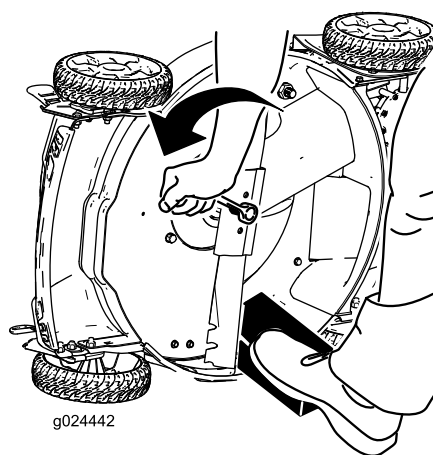

Figure 26
3. Immobilisez la lame avec un morceau de bois (Figure 26).
4. Déposez la lame en tournant le boulon dans le sens antihoraire, et conservez toutes les fixations pour monter la lame neuve (Figure 26).